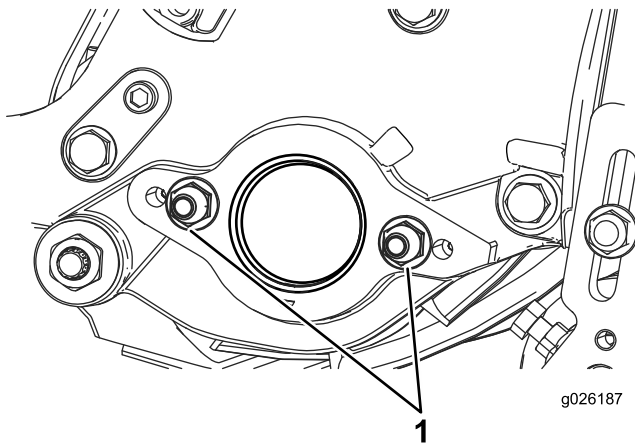

Figura 7
2. Retire as 2 porcas de bloqueio da placa do lado direito (Figura 7).
1. Porca de bloqueio (2)
4. Instale as 2 porcas de bloqueio de montagem do motor do cilindro na placa do lado esquerdo da unidade de corte (Figura 7).